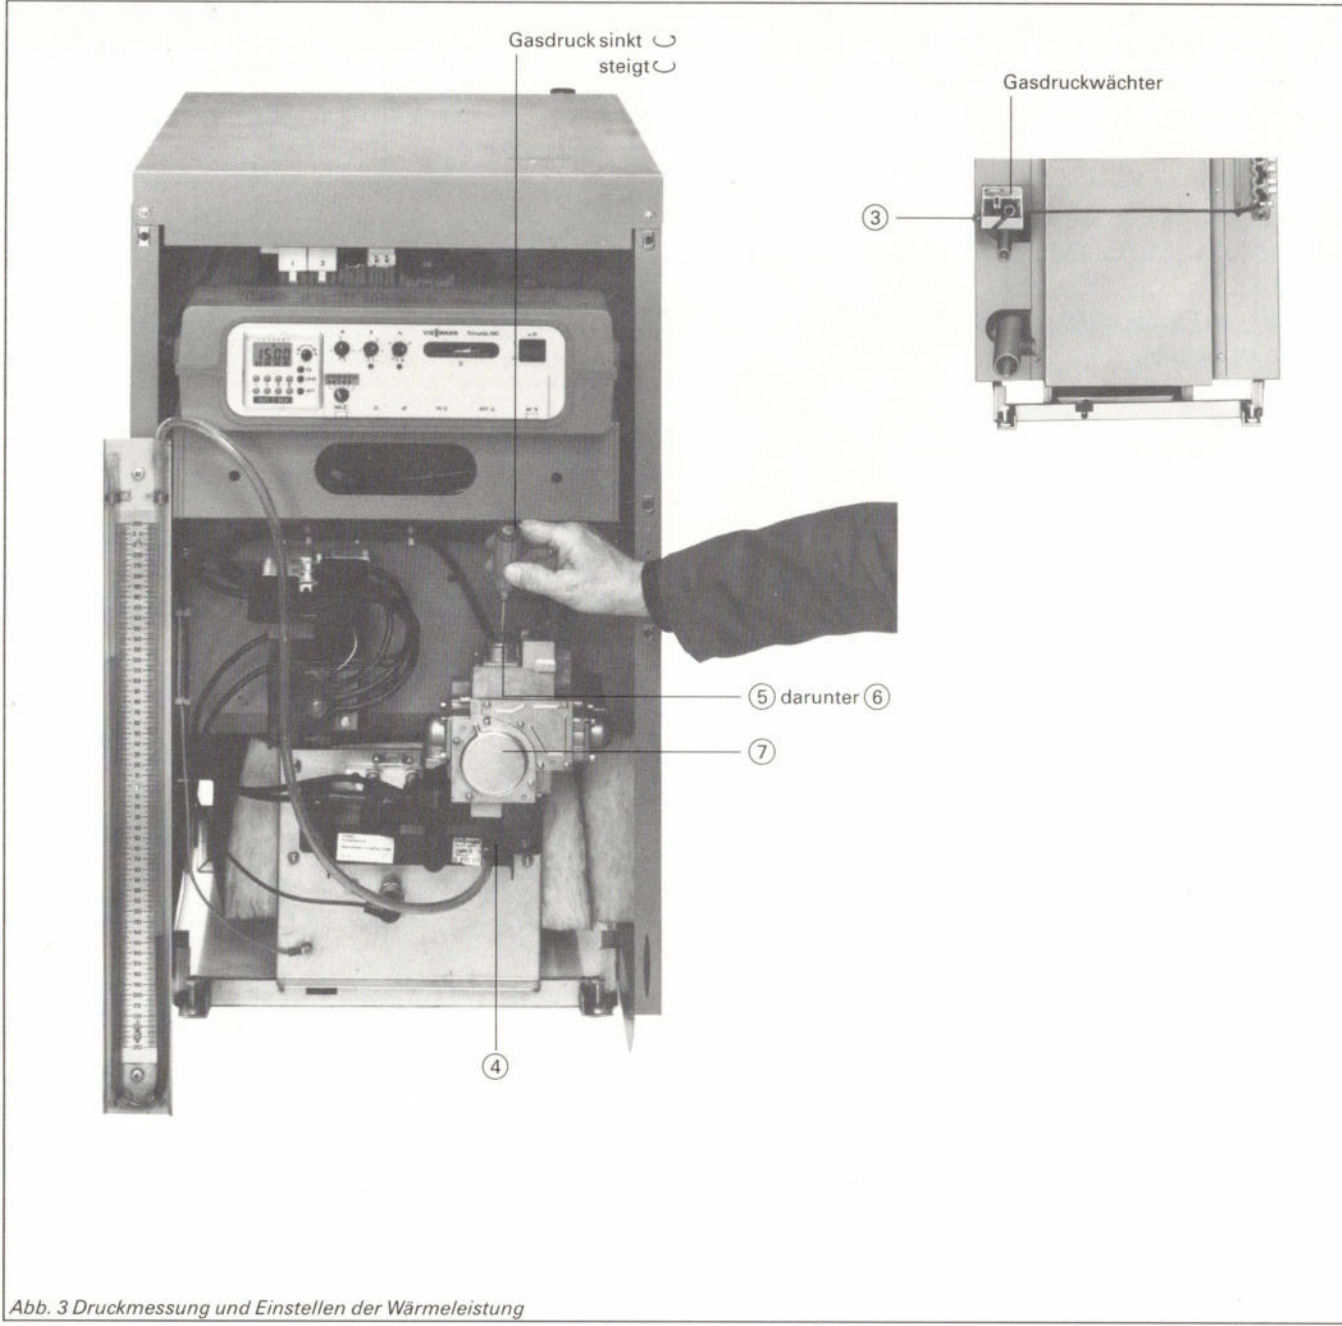

Abb. 3 Druckmessung und Einstellen der Wärmeleistung
5.1 Gasdruckwächter an der Kesselrückseite (siehe Abb. 3).
b) Schraube im Meßstutzen ③ (Abb. 3) lösen, nicht herausdrehen. U-Rohr-Manometer anschließen.
e) Gasabsperrhahn schließen, U-Rohr-Manometer abnehmen, Meßstutzen ③ schließen.
b) Schraube im Meßstutzen ④ (Abb. 3) lösen, nicht herausdrehen. U-Rohr-Manometer anschließen.